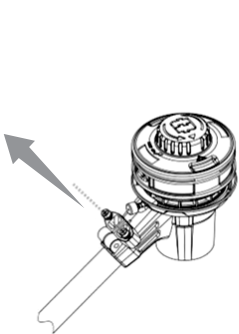

Рис. 6
1. Ослабьте два болта на защитном кожухе и снимите болты с шайбами с него (Рис. 6).